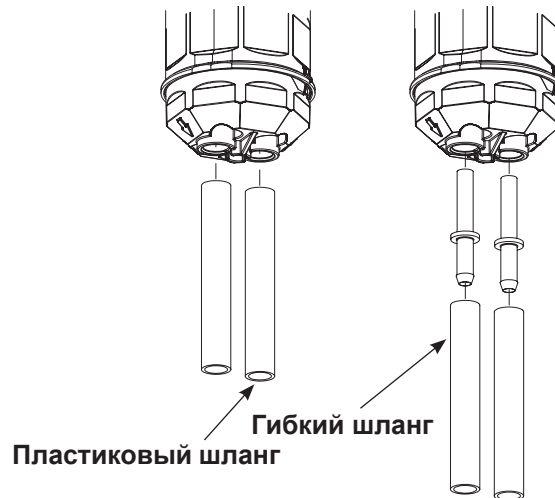

Рис. 26 Монтаж шлангов в нижнем Y-блоке
6. См. Рис. 26. После сборки насоса полностью затянуть длинный винт, чтобы стянуть все собранные компоненты.